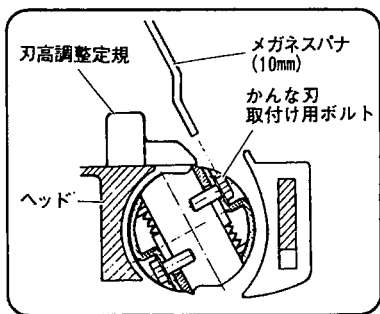

図 38
(5) 付属のメガネスパナ (10mm) で外側のかんな刃取付け用ボルト 2 本を仮締めし、刃高調整定規を取りはずします。(図 38)